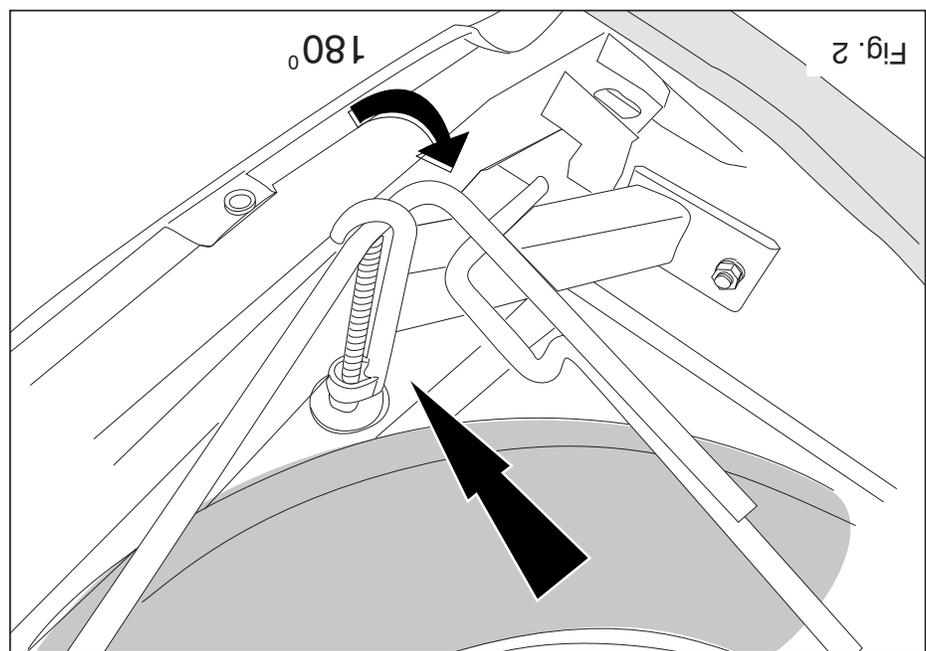

Fig. 2
4. The ball is fitted on the tow bar with two M12x70/26,2 bolts with a socket plate, flat washers and self-locking nuts. Tighten all of the bolts and nuts according to the torques listed in the table. Replace the spare wheel. (see fig. 2 where appropriate.)
- Die Kugel wird mit eine M12x65/21.2-Schraube und eine M12x70/26.2-Schraube inklusive Steckerplatte, Unterlegscheiben und selbstsichernder Muttern an die Kupplungskugel mit Halterung montiert. Alle Schrauben und Muttern gemäß den Angaben in der Tabelle festdrehen. Das Ersatzrad wieder befestigen. (siehe Fig. 2, Falls vorhanden)
4. La roue est montée sur l'attache-remorque à l'aide de deux boulons M12x70/26,2, y compris la prise électrique, les rondelles de blocage et les écrous autobloquants. Serrer tous les boulons et écrous conformément au tableau. Remettre en place la roue de secours, (s'il est applicable voir la fig. 2).
4. La bola se monta en el gancho de remolque por medio de dos tornillos M12x70/26,2 inclusive placa enchufe, arandelas planas y tuercas de seguridad. Apretar todos los tornillos y tuercas de acuerdo con la tabla. Volver a poner la rueda de repuesto. (véase la fig. 2, si procede).